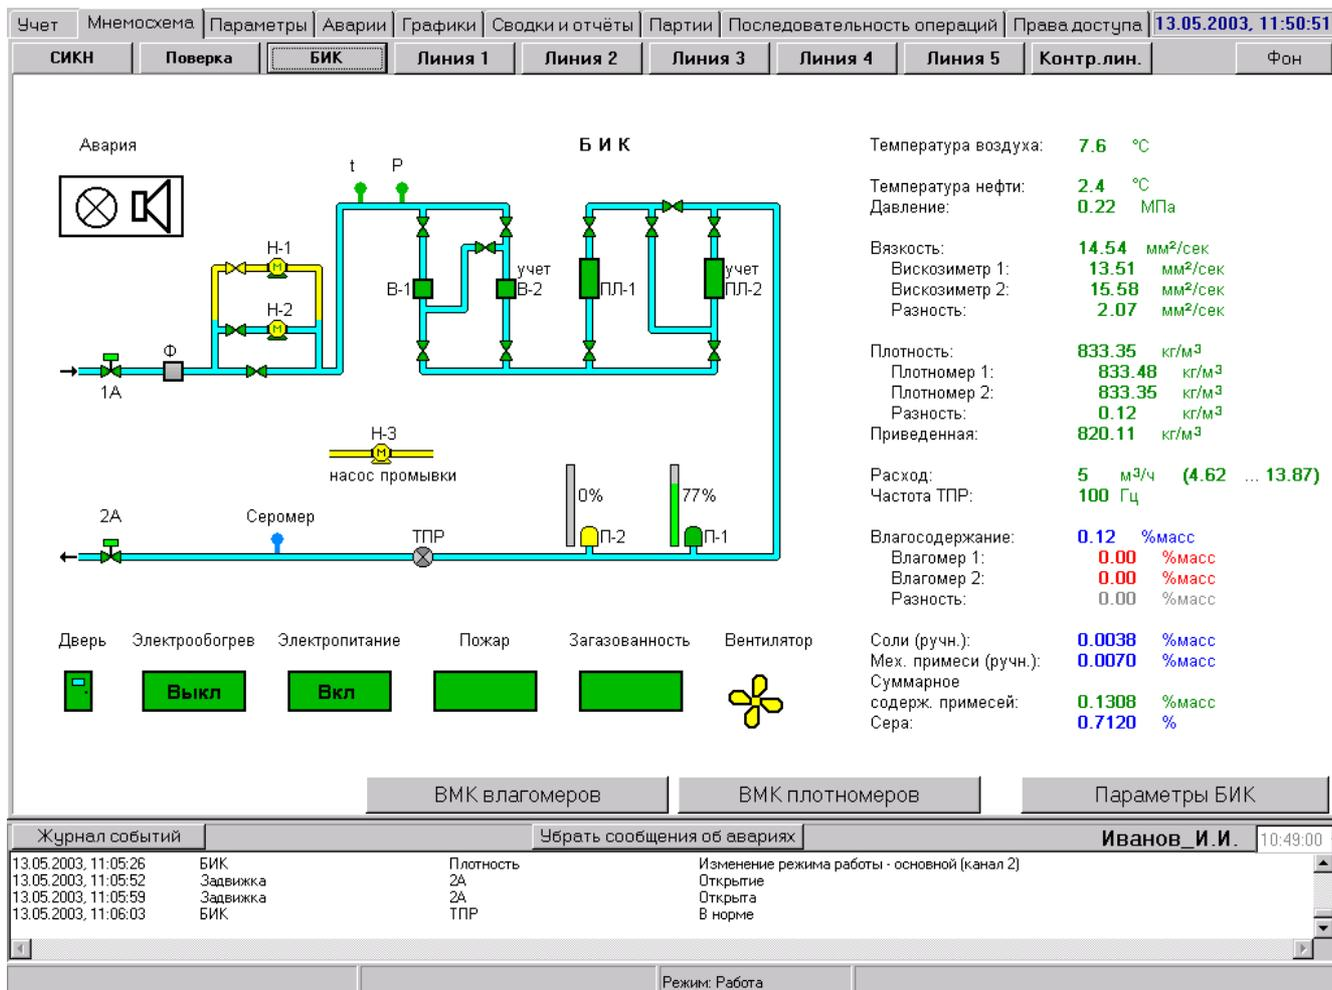

Рис. 11
3.5.1.1 Экран (Рис. 11) отображает: